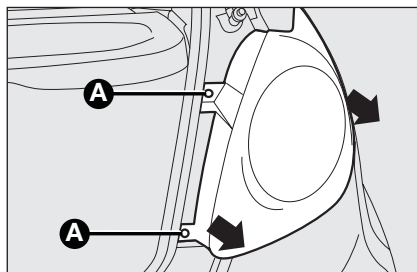

fig. 19
- desaperte os dois parafusos de fixação **A-fig. 19** e retire o conjunto de lâmpadas axialmente, sem o rodar;